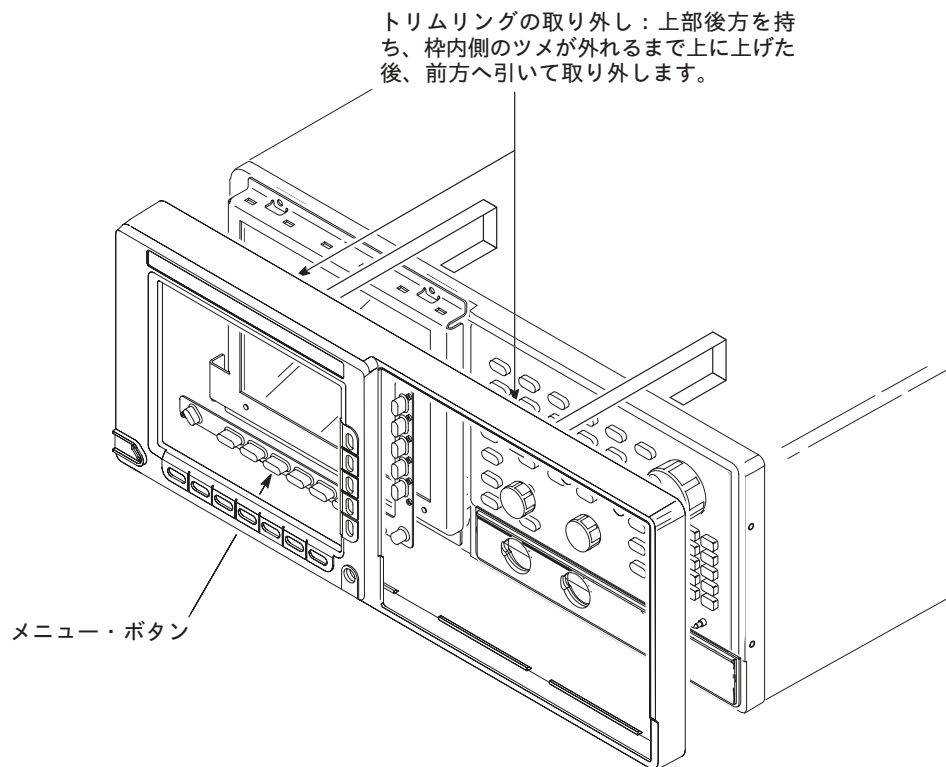

図 3: トリムリング（前面パネル枠）の取り外し
- c. 標準前面パネル枠の取り外し：枠の上側を持ち、枠内側のツメが外れるように上に引き上げながら、前方向へ引いて枠を取り外します。取り外した枠は表面を下にして作業台に置きます（図3参照）。